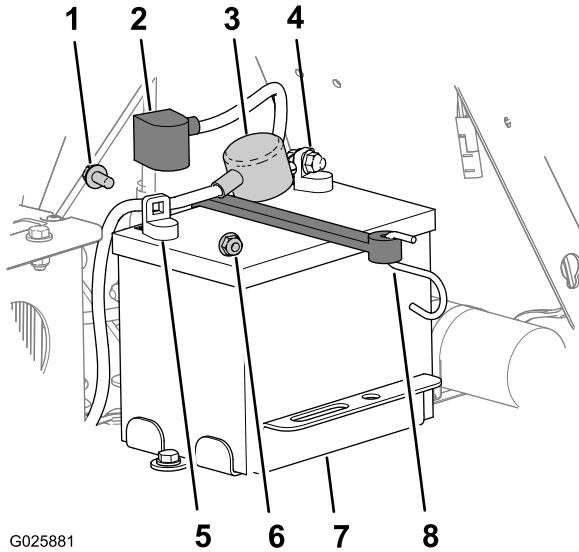

Figura 44
3. En la batería, levante la cubierta del borne negro del cable negativo (Figura 44).
4. Desconecte el cable negativo del borne negativo (-) de la batería y retire el cable de la batería (Figura 44).
5. Retire la cubierta del borne rojo del borne positivo de la batería (Figura 44).
6. Desconecte el cable positivo (rojo) de la batería y retire el cable de la batería (Figura 44).
7. Retire el gancho de la correa de la bandeja de la batería (Figura 44) y extraiga la batería.
1. Coloque la batería en la máquina (Figura 44).
3. Conecte primero el cable positivo (rojo) al borne positivo (+) de la batería con una tuerca y un perno con arandela prensada (Figura 44).
5. Conecte el cable negativo y el cable de tierra al borne negativo (-) de la batería con una tuerca y un perno con arandela prensada (Figura 44).